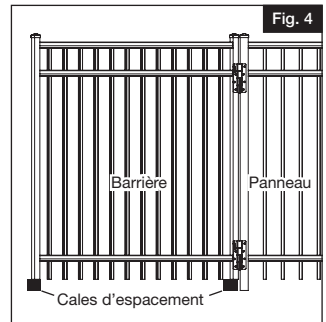

Fig. 4
- c.) Set gate on spacer blocks and hold it level/plumb to the gate post (Fig. 4).
- c.) Placer la barrière sur les cales d'espacement en maintenant de niveau/d'aplomb par rapport au poteau de la barrière (Fig. 4).